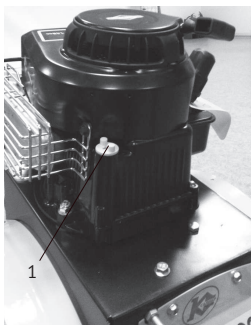

рис. 10
- Выкрутите щуп пробку из маслосливной горловины (рис. 10 поз.1) и залейте в картер масло соответствующего типа. Вставьте сухой чистый щуп в горловину и выньте его,
- На прогревом до рабочей температуры двигателе выкрутите пробку для слива масла в нижней части картера, под сливным отверстием разместите вспомогательную ёмкость. После прекращения истечения масла установите пробку на штатное место и затяните. Залейте масло в горловину, удалив пробку - шуп (рис.10 поз.1) Проверьте уровень масла.